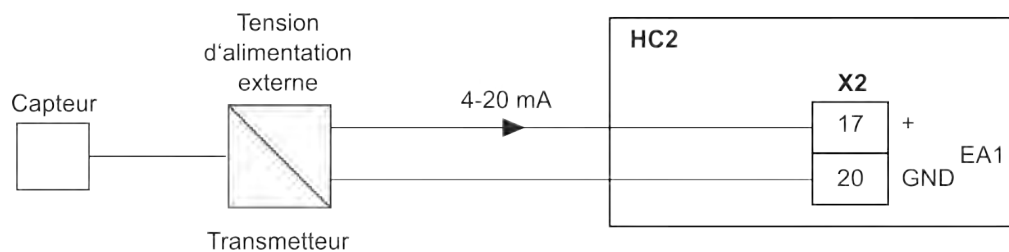
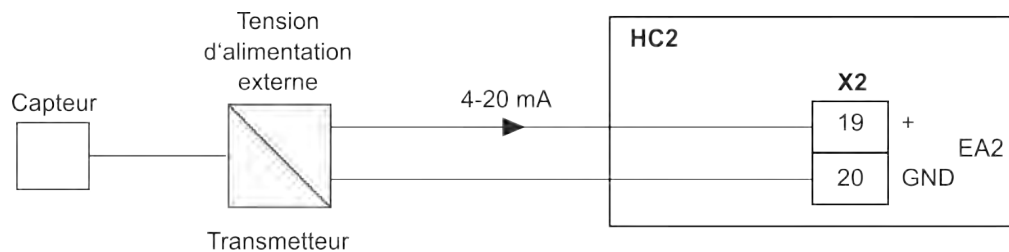

Fig. 23-3 Raccordement d'un signal 4-20 mA externe à l'entrée analogique 1
Fig. 23-4 Raccordement d'un signal 4-20 mA externe à l'entrée analogique 2
- Si le signal en mA de la mesure de niveau est mis à disposition par un transmetteur externe (p. ex. NivuMaster ou capteur de position électronique), raccordez le transmetteur conformément à Fig. 23-3 ou Fig. 23-4.